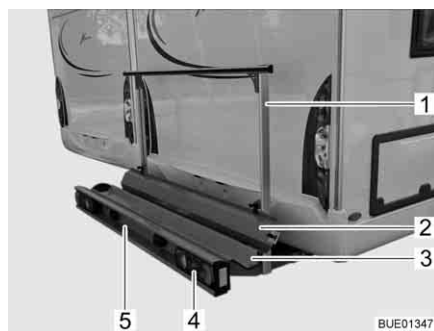
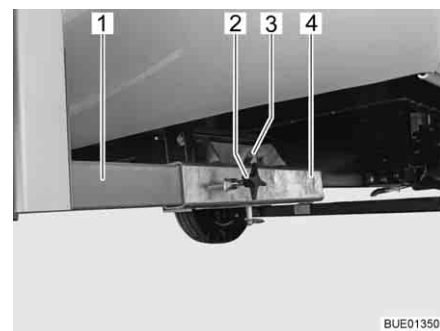

Fig. 5 Porte-charge
Fig. 6 Fixation sur le véhicule
Le porte-charge (Fig. 5) permet de transporter une moto ou un scooter d'un poids allant jusqu'à 130 kg.
- Réceptacle (Fig. 5,3) et étrier de fixation (Fig. 5,1) avec fixation sur le véhicule (Fig. 6)
- Feux arrière (Fig. 5,4)
- Éclairage plaque minéralogique (Fig. 5,5)
- Rail d'accès (Fig. 5,2)
Les deux longerons (Fig. 6,1) du porte-charges sont fixés avec des vis à garret (Fig. 6,2) sur les réceptions quatre pans (Fig. 6,4) situées sur le plancher du véhicule. Le porte-charges est bloqué par un boulon (Fig. 6,3) avec circlip.